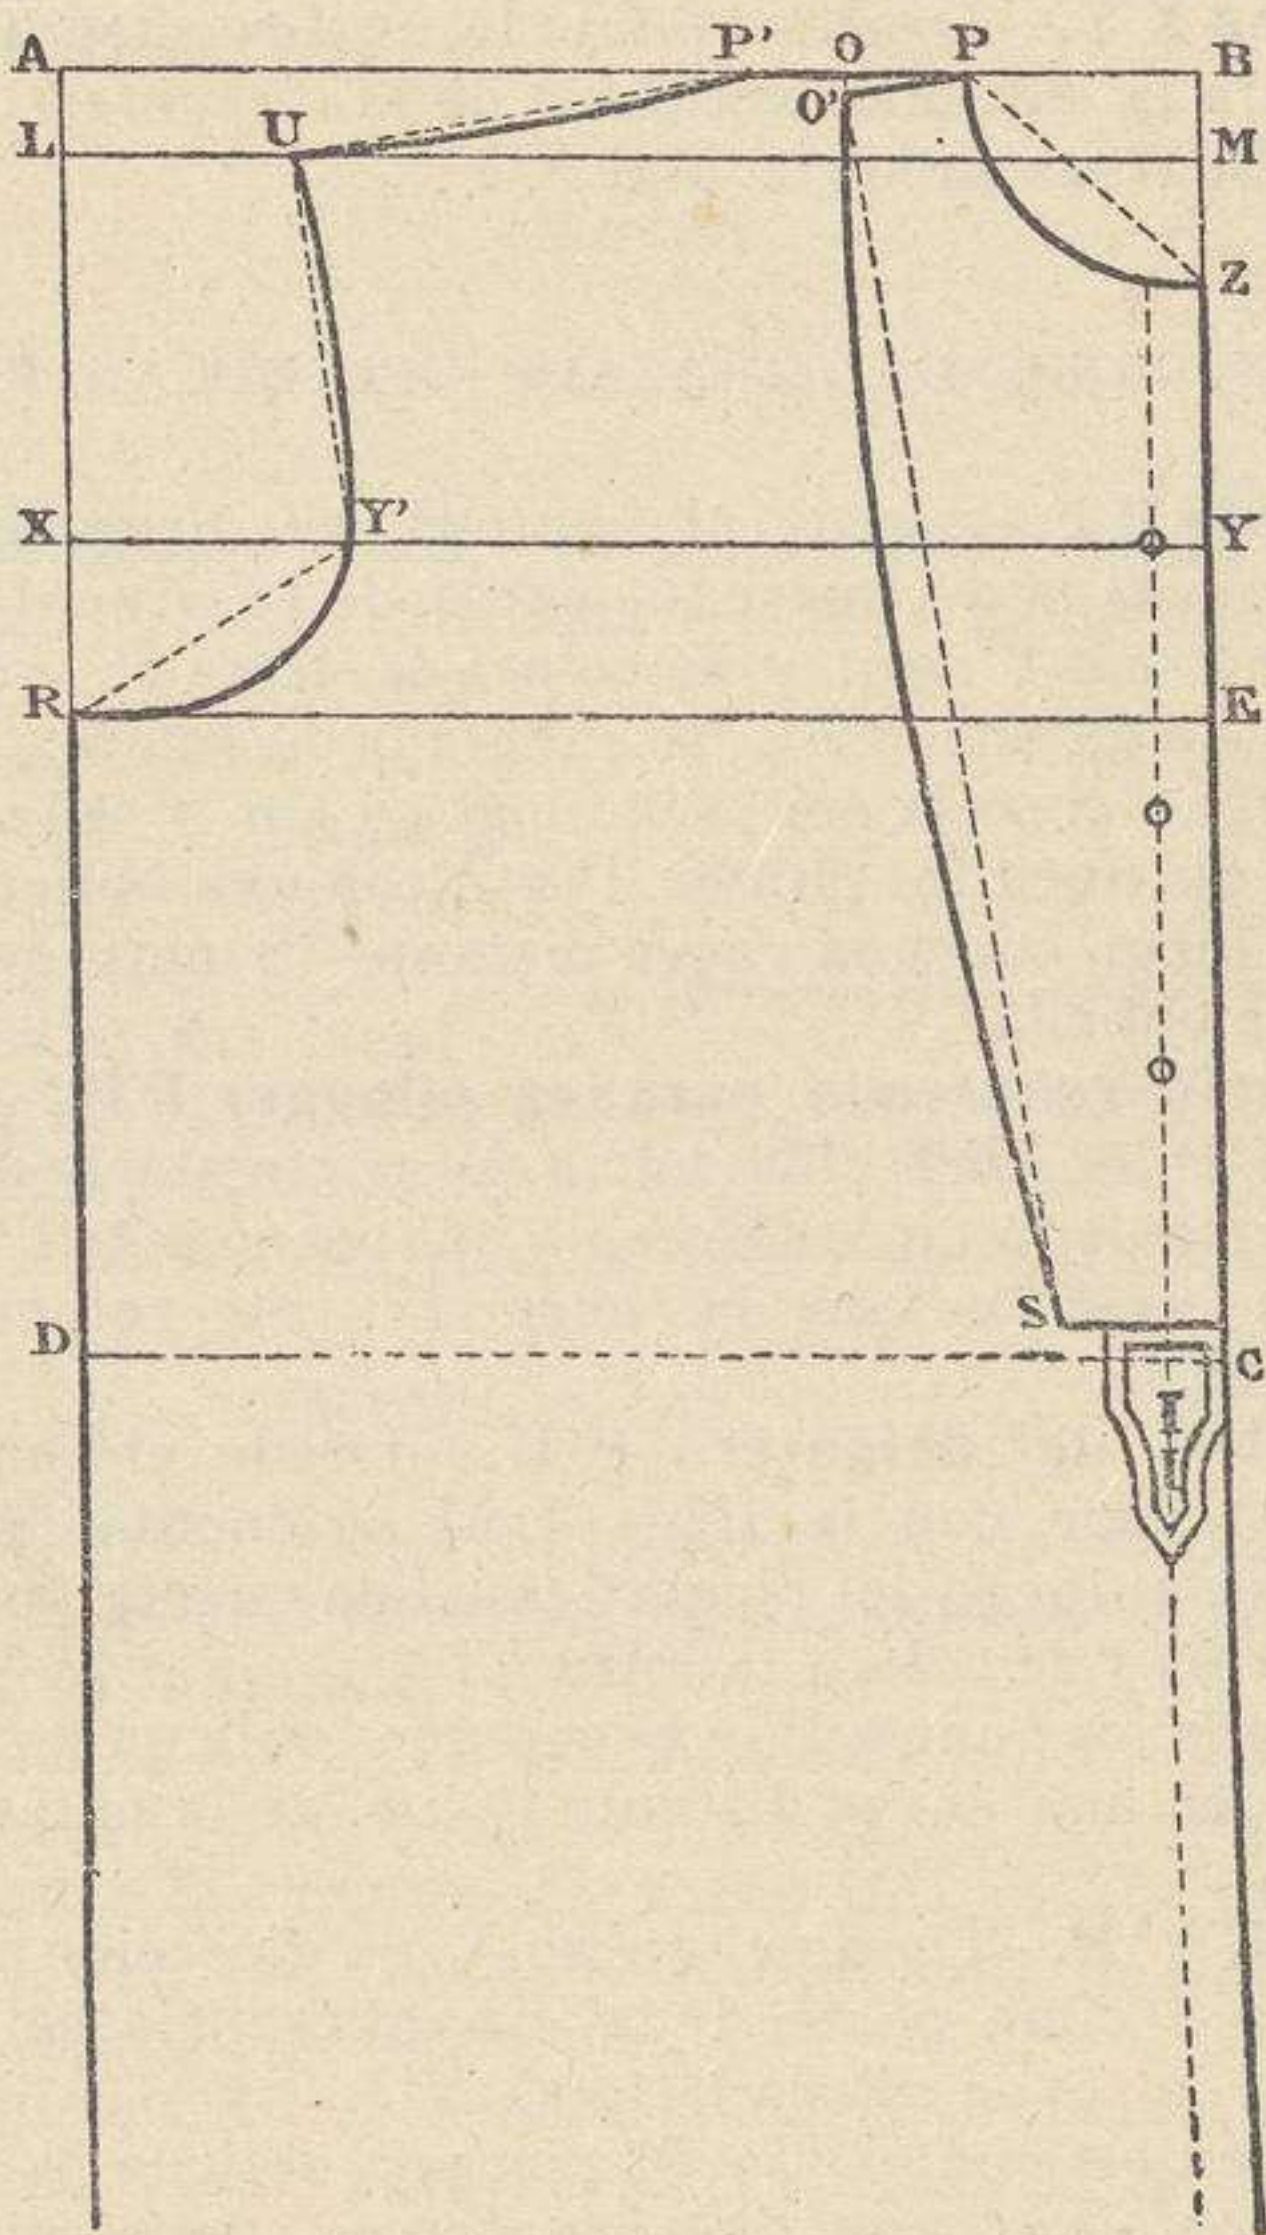

Fig. 87 ( $\frac{1}{6}$  del tamaño real).—Delantero de la camisa.
**Rectángulo ABCD.**—Se traza un rectángulo ABCD (la línea D C punteada, fig. 87) cuya longitud sea el largo del delantero, y el ancho las dos quintas partes de la circunferencia del pecho.
La pechera está dibujada en el patrón del delantero de la camisa. Desde el punto P (fig. 87), en dirección hacia A, se cuentan 4 cms. y se coloca la letra O.